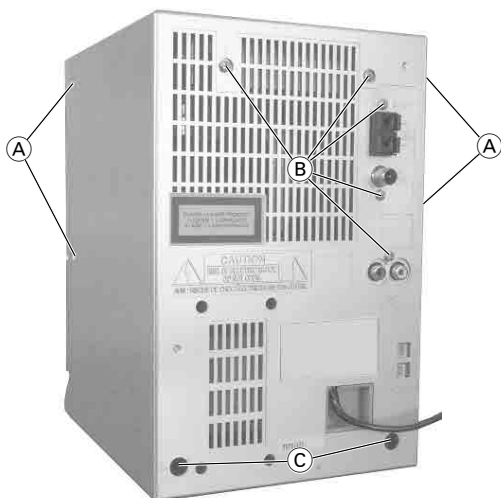

Fig. 1
- 4 Schrauben (A), 5 Schrauben (B) und 2 Schrauben (C) (Fig. 1) herausdrehen.
- Undo 4 screws (A), 5 screws (B) and 2 screws (C) (Fig. 1).